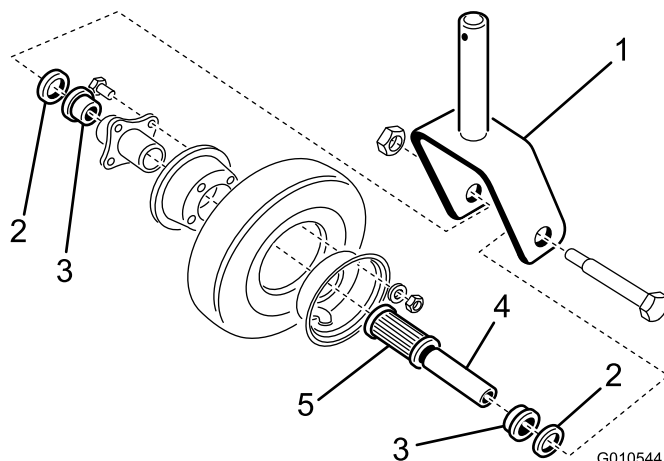

Bild 19
2. Kippen Sie das Rad seitlich und lassen Sie die Spannbüchse herausfallen (Bild 19).
3. Entfernen Sie eine Lagerbefestigung aus der Radnabe und lassen das Lager herausfallen. Entfernen Sie die Lagerhalterung aus der gegenüberliegenden Seite der Radnabe (Bild 19).